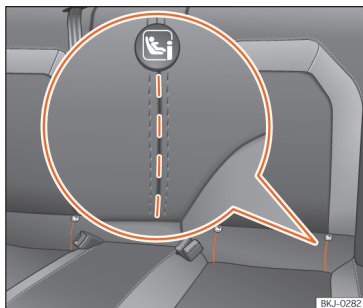

Fig. 24 Banco traseiro: ranhuras recortadas para aceder aos anéis de fixação ISOFIX/i-Size.
guns veículos, os anéis estão fixos à armação do banco e noutros ao piso traseiro. Os anéis «ISOFIX» estão situados entre o encosto e o assento do banco traseiro »» Fig. 24. Os anéis Top Tether estão situados na zona pos-
- Proceda previamente à abertura manual do recorte situado atrás das ranhuras marcadas para ter acesso às argolas de fixação »» **Fig. 24.**